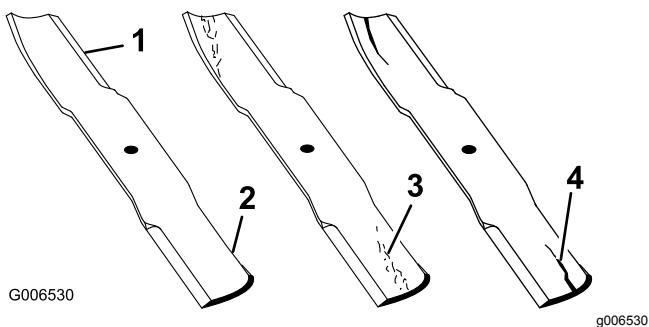

Figure 74
1. Examinez le tranchant des lames (Figure 74).
4. Remplacez immédiatement toute lame fendue, usée ou qui présente une entaille sur cette partie (**Figure 74**).